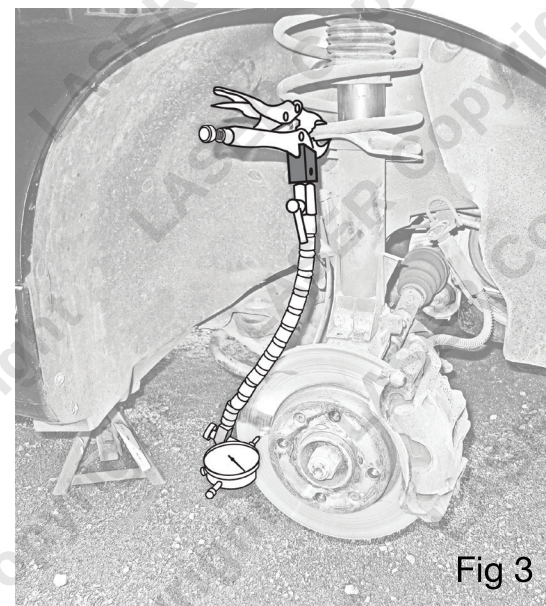

Fig 3
5. À l'aide de la pince-étou, monter et verrouiller l'ensemble sur un point approprié de la suspension ou de montage sur le moyeu, suffisamment proche pour incliner la tige (A) de telle sorte que la touche de mesure du comparateur (J) contacte le disque de frein à 90° par rapport à la face du disque. Positionner le comparateur de façon à ce que la touche de mesure (J) soit enfoncée de 2 à 4 mm. Fig. 3